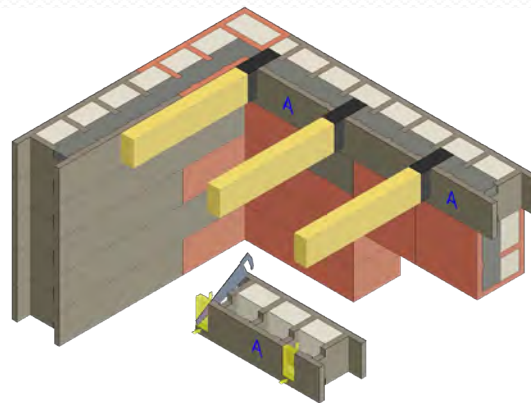

Рис. 11.5
11.5 Для балочного перекрытия необходимо подрезать блоки по габариту балки. (рис. 11.5)